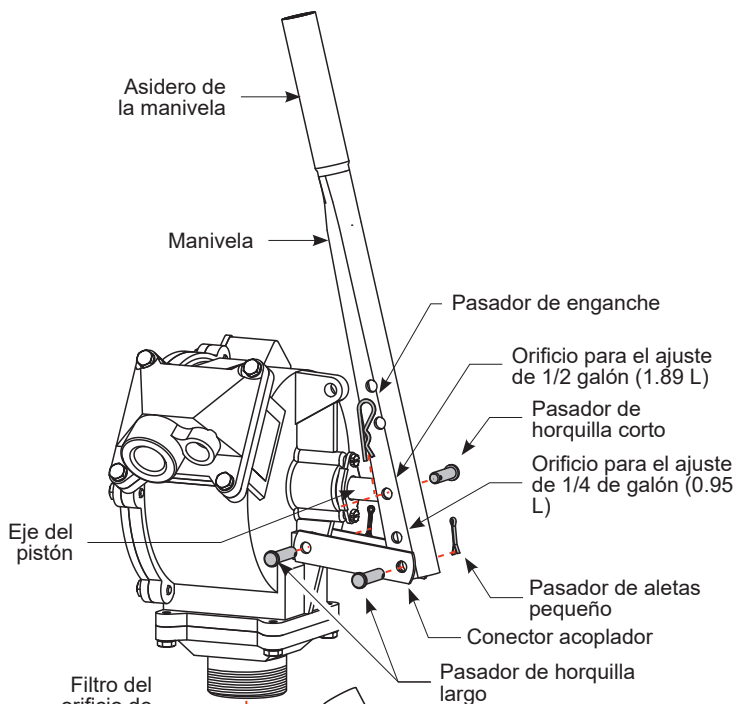
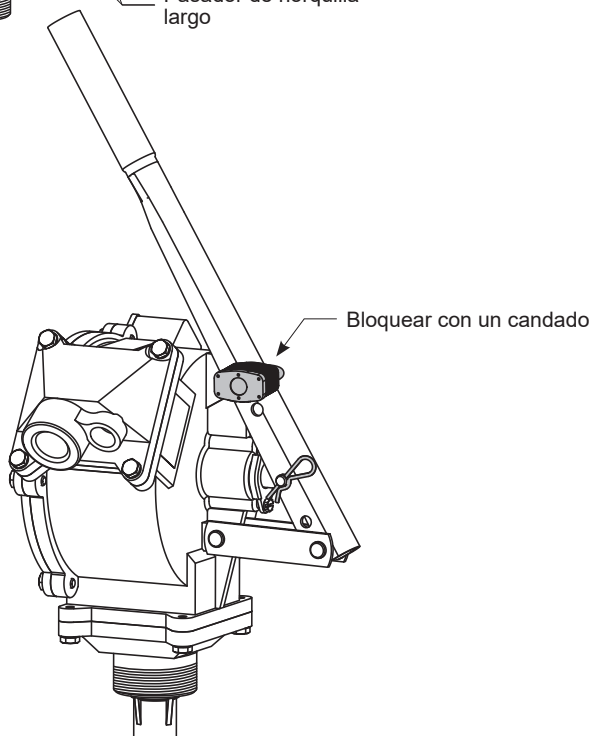

Figura 3
Figura 4
2. Inserte el filtro de entrada (vea la Figura 3) en la cubierta del orificio de entrada.
3. Coloque el espaciador (vea la Figura 3) en la cubierta del orificio de entrada para sujetar el filtro de entrada.
Consulte las ilustraciones Figura 3 y Figura 4 en la página 8.
2. Para instalar los conectores acopladores en la bomba, inserte un pasador de horquilla largo a través de los extremos de los conectores acopladores y los orificios para éstos de la bomba. Sujete con un pasador de aletas pequeño (vea la Figura 3).
3. Acople los extremos libres de los conectores acopladores en las superficies externas inferiores de la manivela. Inserte un pasador de horquilla largo a través de los orificios en ambos conectores acopladores y del orificio más bajo en la manivela. Sujete con un pasador de aletas pequeño (vea la Figura 3).
5. Seleccione el orificio superior para el pistón en la manivela para el ajuste de 1/2 galón (1.89 L) (vea la Figura 3) o el orificio inferior para el pistón para el ajuste de 1/4 de galón (0.95 L). Los ajustes de caudal pueden cambiarse en cualquier momento, cambiando la posición del eje del pistón en la manivela.
6. Bloquee la manivela en la bomba con un candado. Para hacer esto, empuje la manivela contra la bomba e inserte un candado a través de cualquiera de los dos orificios superiores en la manivela y a través del orificio de bloqueo en la bomba (vea la Figura 4).